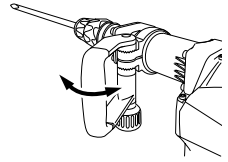
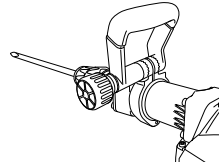
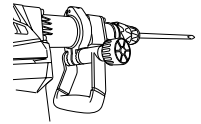

Fig. 7
Fig. 8
Fig. 9
- (2) Régler la poignée à une position facilitant le fonctionnement vertical (de haut en bas), comme indiqué à la Fig. 7, la Fig. 8 et la Fig. 9.
- (3) Tourner la saisie dans le sens de Ⓑ et fixer la poignée.